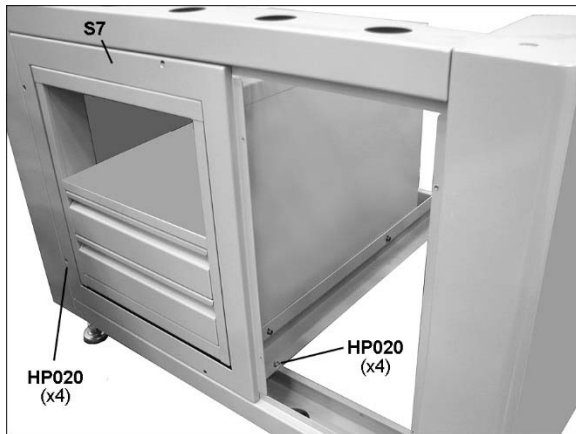

Figura 7-13
9. Instale el panel lateral abierto (S7, Figura 7-13) y apriete los tornillos.
10. Coloque el armario de almacenamiento con soportes dentro del pedestal de modo que esté al ras con el panel lateral. Vea la Figura 7-13. Apriete los tornillos.